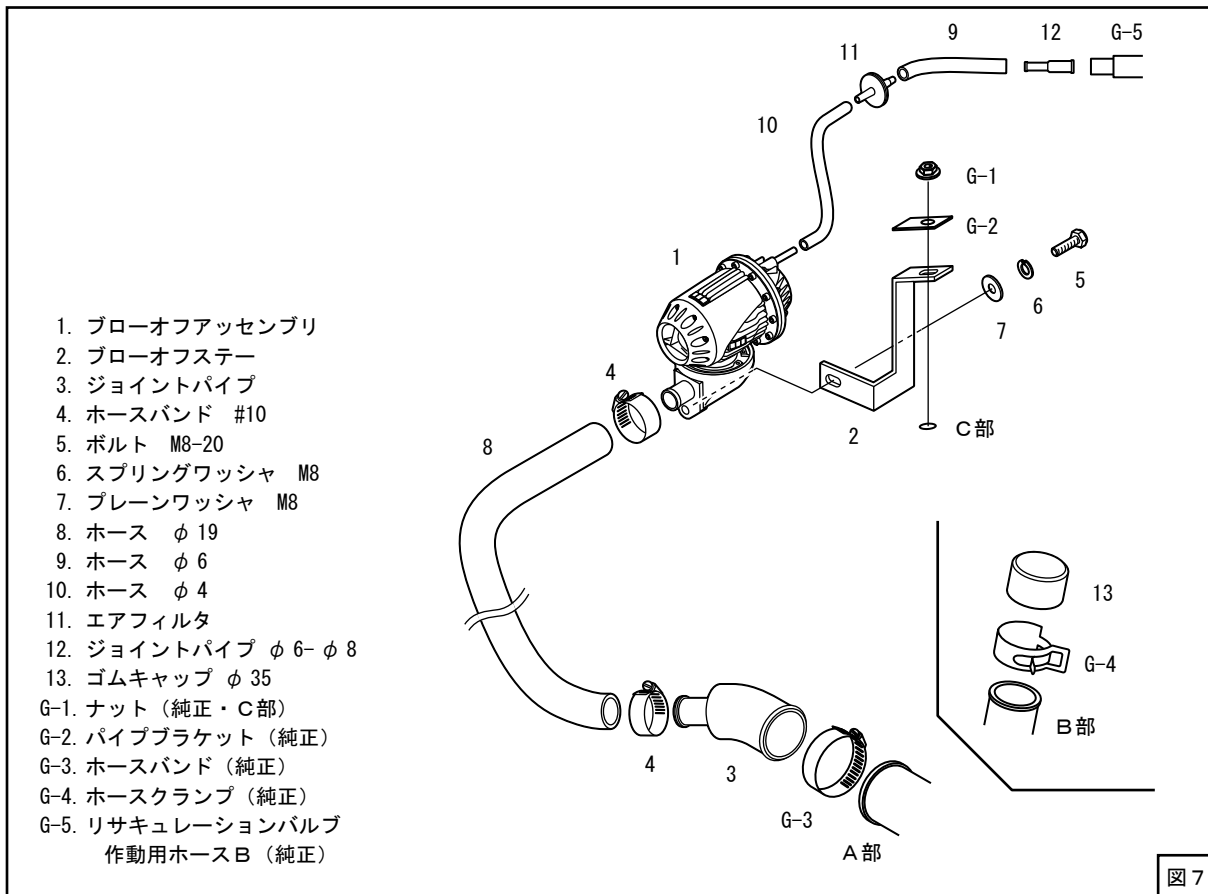

図7
(図4、図5、図7)
- (3) ジョイントパイプにホースφ 19をホースバンド#10を使用して取付けてください。(図7)
- (6) ブローオフアセンブリにブローオフステーを仮付けしてください。(図7)
- (7) C部のナットをいったん外し、ブローオフステーと純正パイプブラケットを共締めしてください。(ナット再使用)
(図6、図7)
- (8) キットパーツを仮付けしてください。(図7、図9) ホースφ19は適当な長さに切って使用してください。
- (9) D部から抜いたリサキュレーションバルブ作動用ホースBにジョイントパイプφ6-φ8を取付け、ホースφ6を接続してください。(図6、図7)
- (10) キットパーツを使用してブローオフバルブ作動用の配管を行ってください。
ホースφ4は適当な長さに(ある程度余裕を持たせて)切って使用してください。(図7)
- (11) ブローオフアセンブリのニップル部に取付けたホースφ4をタイラップで縛り、固定してください。(図7、図8)